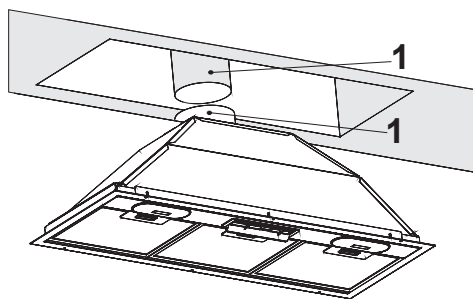

Figure 4
- Fixez le tuyau d'évacuation d'air au conduit d'évacuation d'air et serrez-le à l'aide d'un collier de serrage (Figure 4).